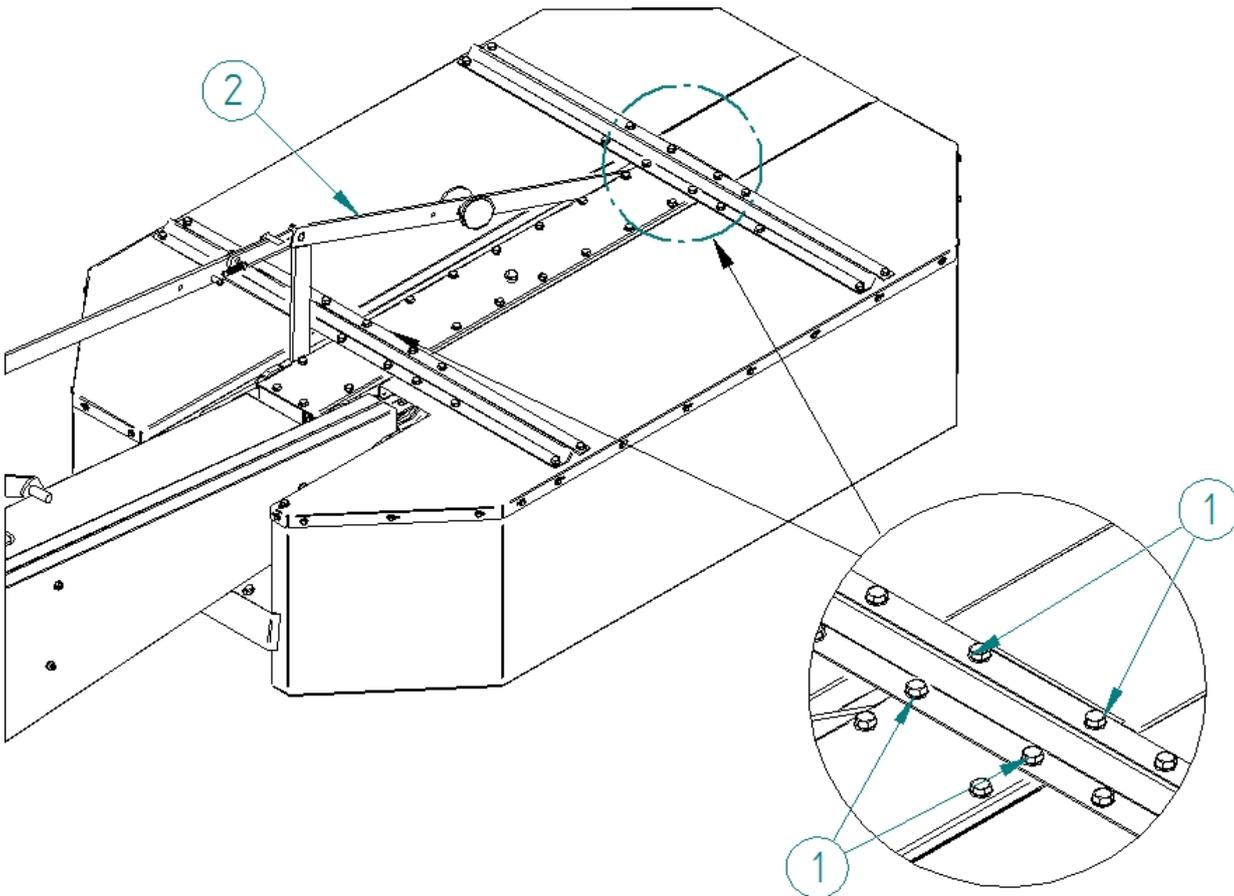

Рисунок 4. Установка металлического ограждения
- I) Полностью скрученный кожух (установка показана в разделе «13.2.7 Установка кожуха») необходимо установить на крышку режущего механизма после предварительного удаления винтов (рис. 4, позиция 1) и стержневого узла (рис. 4, позиция 2).
- II) Прикрепите ограждение к машине после снятия винтов (рис. 4, п. 1):